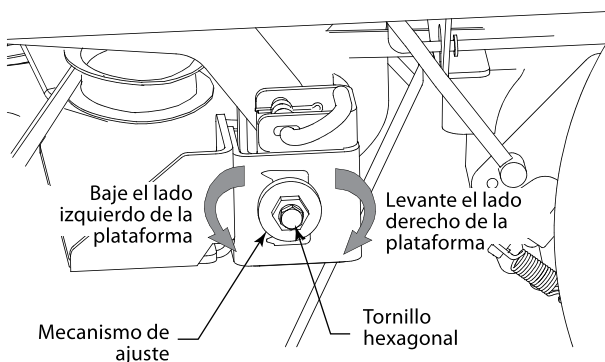

Figura 6-6
- Afloje, pero no extraiga, el tornillo de cabeza hexagonal ubicado en la ménsula de suspensión izquierda de la plataforma. Vea la Figura 6-6.
- Nivele la plataforma con una llave para girar el engranaje de ajuste (el cual se encuentra inmediatamente detrás del tornillo hexagonal que se acaba de aflojar) en sentido de las agujas del reloj para subir el lado izquierdo de la plataforma o en sentido contrario a las agujas del reloj para bajar el lado izquierdo de la plataforma. Vea la Figura 6-6.